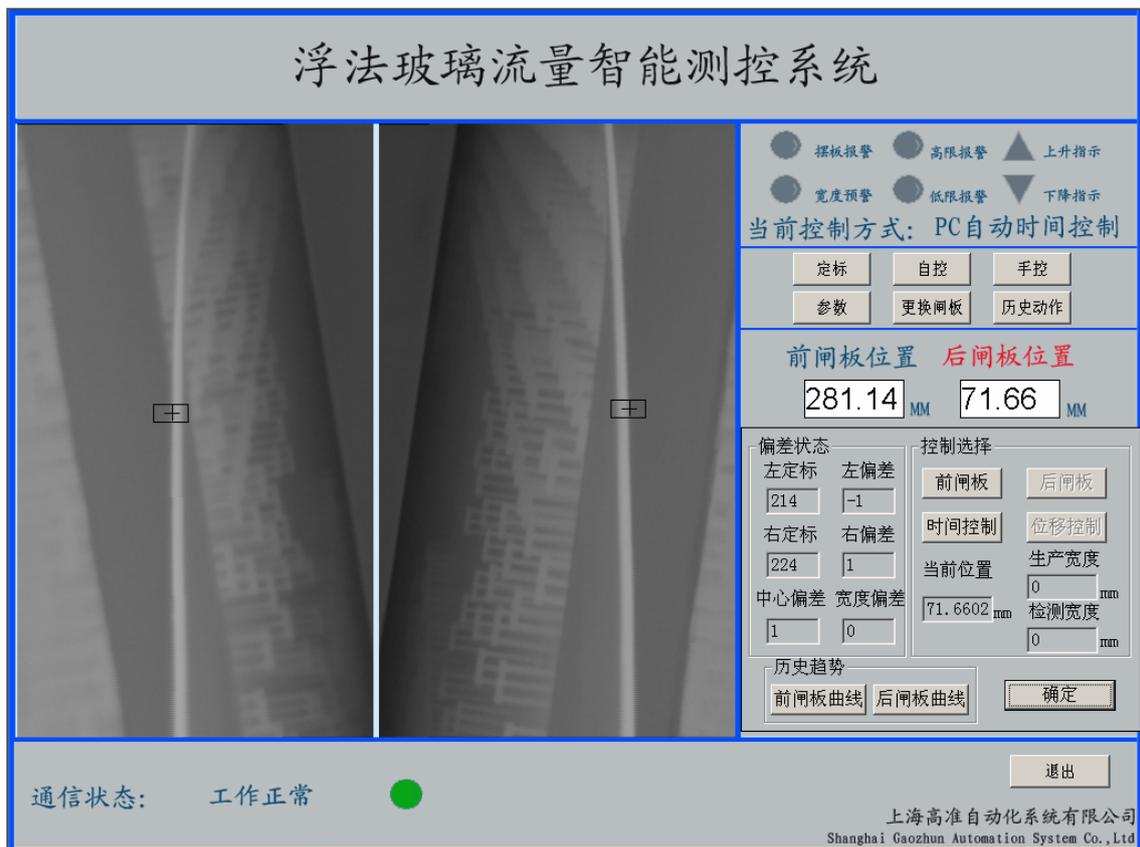

图8 自控界面
5.4、当用鼠标左键单击自控按钮以后，进入自控界面，如图8所示：